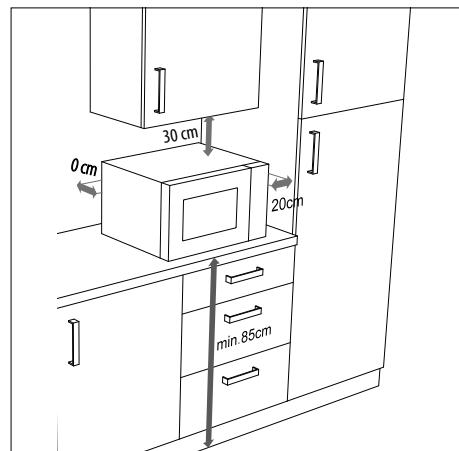

Fig. 2 – Distanza dell'apparecchio
- ▶ Per assicurare un'aerazione sufficiente, è necessario mantenere le distanze indicate nella **"Fig. 2 – Distanza dell'apparecchio"**. Il distanziatore sulla parte posteriore dell'apparecchio deve poggiare contro la parete per garantire la corretta distanza tra parete e forno a microonde al momento del posizionamento.